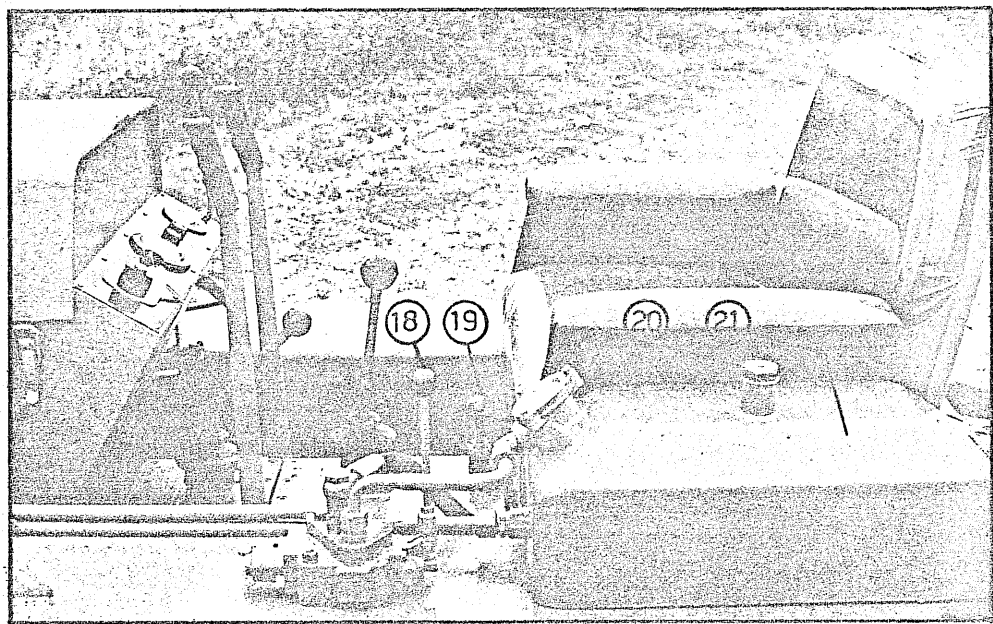

Fig. 4
-MOTORE V.M. (Fig. 4 e 5)
SOLLEVATORE IDRAULICO E COMPLETAMENTO A TRE PUNTI (Fig. 4 e 6)
serbatoio idraulico (21 fig.4) ed un distributore (18 fig.4) a tre posizioni:
- SOLLEVATORE IDRAULICO (fig.4)